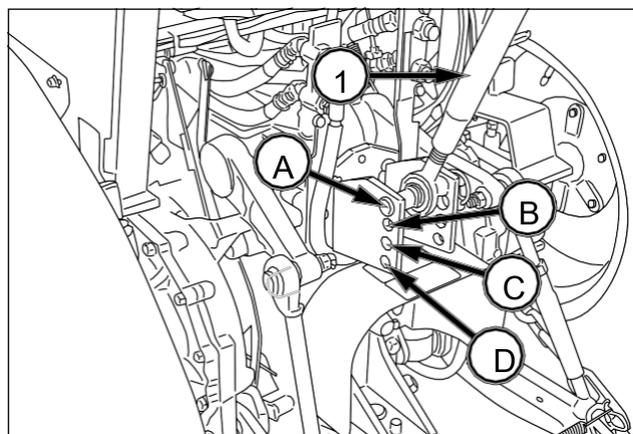

FIG. 119
FIG. 119 y 120: El varillaje ofrece 4 posiciones para la fijación del brazo superior (1) en el tractor.